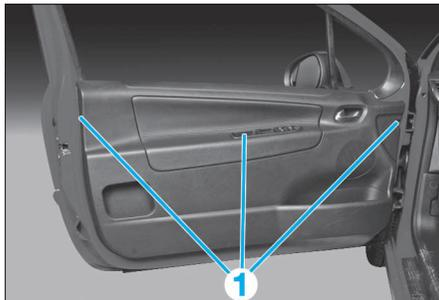

FIG. 51
• Déposer les vis (1) (Fig.51).